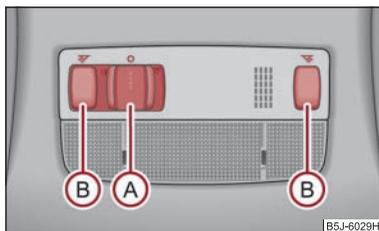

Abb. 39 Ausschnitt des Dachhimmels:
- Drücken Sie den Schalter **A** nach rechts in die Stellung \Rightarrow Abb. 39.
- Drücken Sie auf einen der Schalter **B** \Rightarrow Abb. 39, um die rechte oder linke Leseleuchte ein- bzw. auszuschalten.